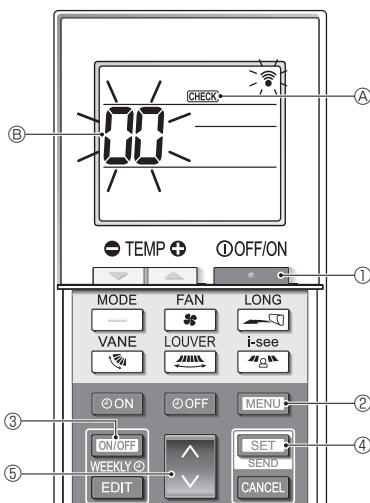

Fig. 7-6
■ Auto-vérification (Fig. 7-6)
- Appuyez sur le bouton ① pour arrêter le climatiseur.
- Si la minuterie hebdomadaire est activée (**WEEKLY** est affiché), appuyez sur le bouton ③ pour la désactiver (**WEEKLY** disparaît).
- Appuyez sur le bouton ② pendant 5 secondes.
- ⑧ s'allume et l'appareil entre en mode auto-vérification.
- Appuyez sur le bouton ⑤ pour sélectionner l'adresse de réfrigérant (adresse M-NET) ⑥ de l'appareil intérieur pour lequel vous voulez effectuer l'auto-vérification.
- Appuyez sur le bouton ④.
- Appuyez sur le bouton ①.
- ⑧ et l'adresse de réfrigérant (adresse M-NET) ⑥ s'éteignent et l'auto-vérification est terminée.